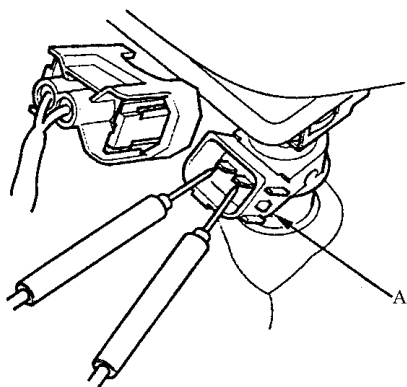

图 3-19 测量喷油器 1 号与 2 号端子之间电阻值
9) 如图 3-19 所示,测量喷油器 A 的 1 号与 2 号端子之间的电阻是否为 10~13Ω。